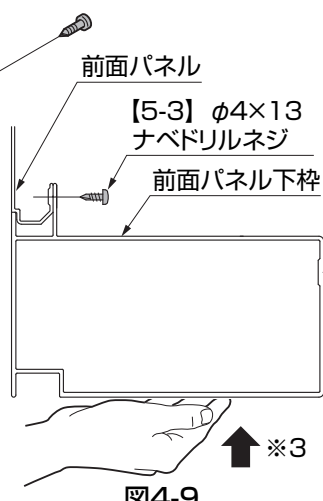

図4-9
④ 前面パネルを前面パネル下枠の家側から【5-3】で固定してください。(図4-9参照)